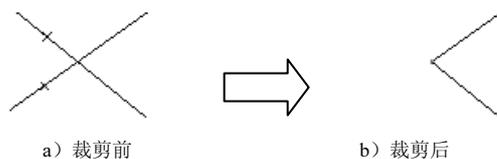

图 2.6.12 去掉方式
Step 2 分别单击第一个和第二个图元要去掉的部分，如图 2.6.12 所示。